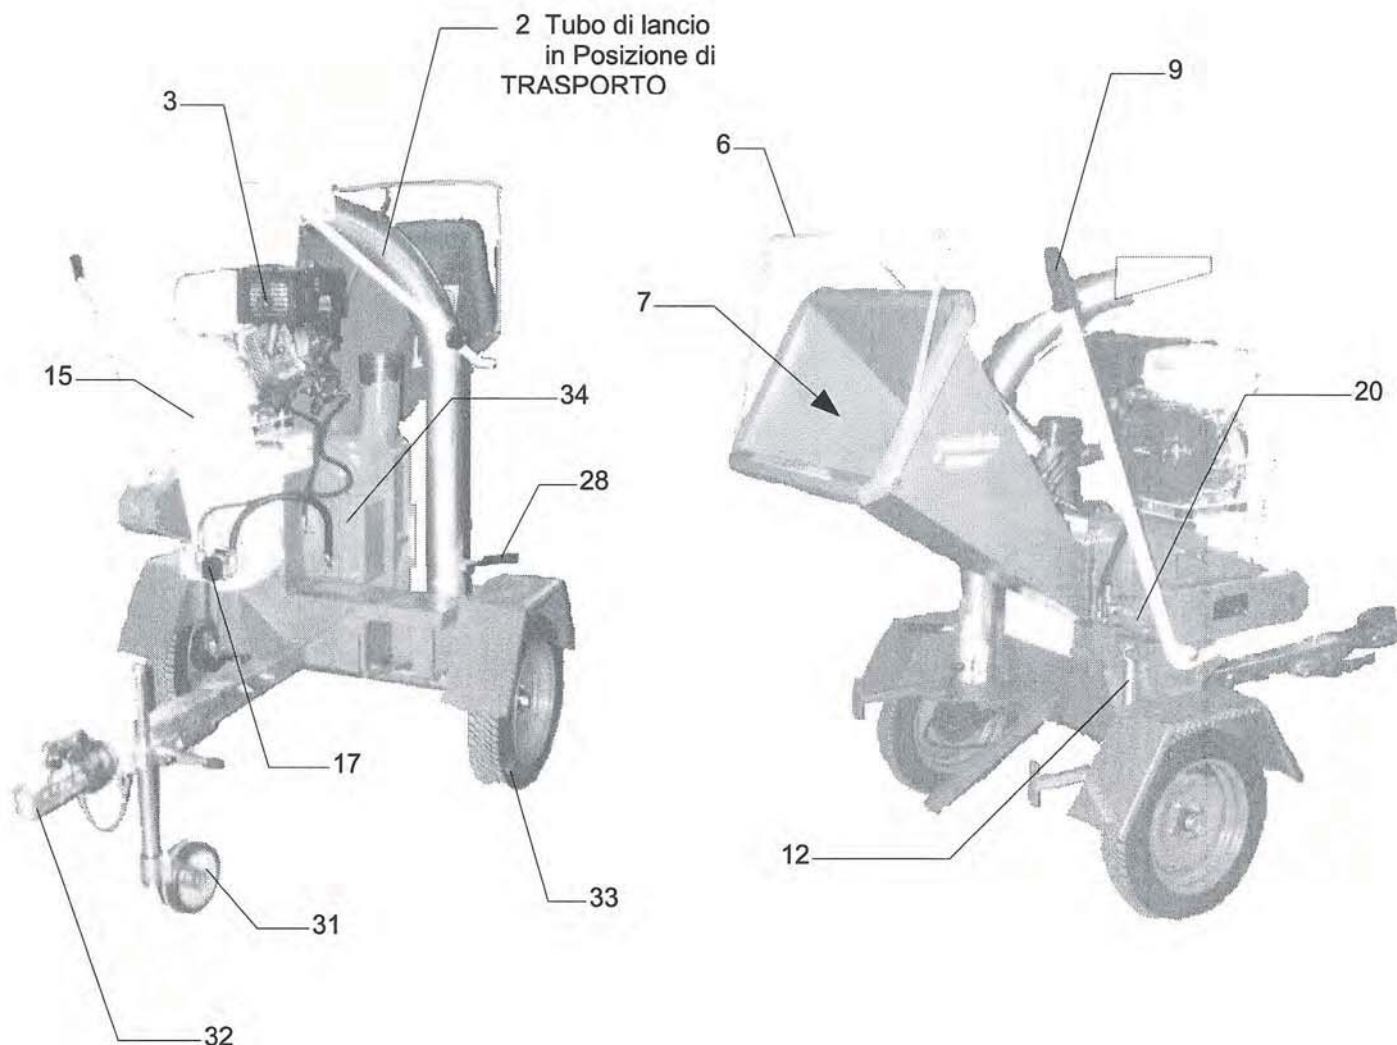

Fig.2- Cippatrice **PZ 100^{mm} MI** - Allestimento con motore Honda e carrello per traino 80 Km/h
- Abbassare il ruotino di sostegno agendo sul martinetto (part. 31, fig.2)